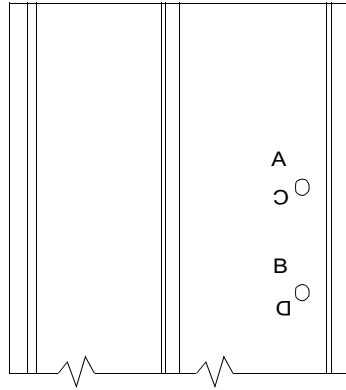

图 1-2 机柜支架上标记字母的孔
- 图 1-2 机柜支架上标记字母的孔 1-3
靠近支架末端的孔旁标有字母（图 1-2）。不要在意颠倒显示的字母，当您从另一端来看这些字母时，它们即处于正确的方向。